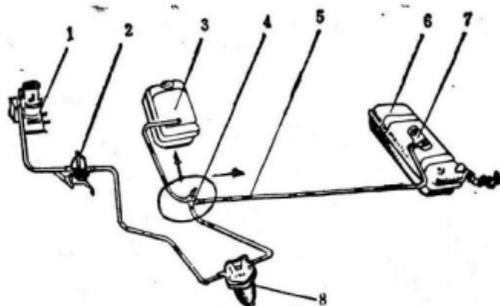
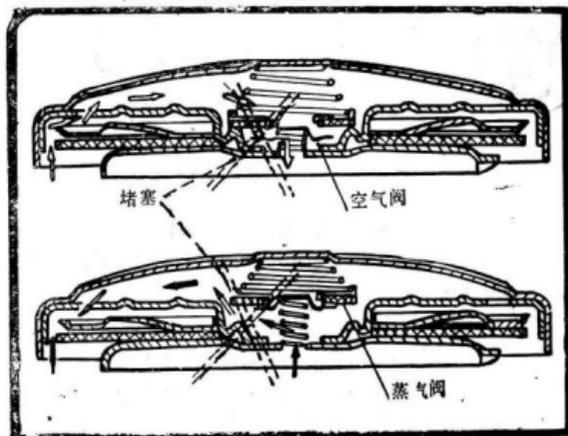

图1-1 装有双油箱汽车的供油泵
图1-2 油箱盖空气阀、蒸气阀堵塞
1. (图1-1) 油箱内无油，油箱开关没有打开，配有双油箱的汽车开关4方向搞错。油箱盖空气阀、蒸气阀堵塞，大气空气不能进入、汽油蒸气泄不出去，从而影响供油或中断供油(图1-2)。